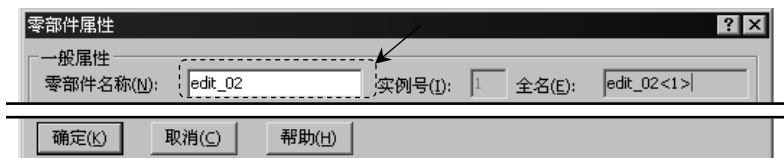

图 7.9.3 “零部件属性”对话框
(3) 在 **装配体** 区域取消选中 ☐ 当文件被替换时更新零部件名称(C) 复选框。
(4) 单击 **确定** 按钮, 关闭“系统选项”对话框。
Step3. 在设计树中右击  edit\_02<1>, 在系统弹出的快捷菜单中选择  命令, 系统弹出如图 7.9.3 所示的“零部件属性”对话框。